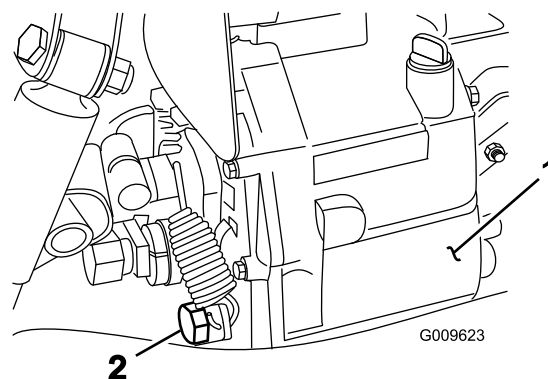

Рисунок 73
2. Снимите сливную пробку с боковой стороны резервуара и дайте гидравлической жидкости стечь в сливной поддон (Рисунок 73).